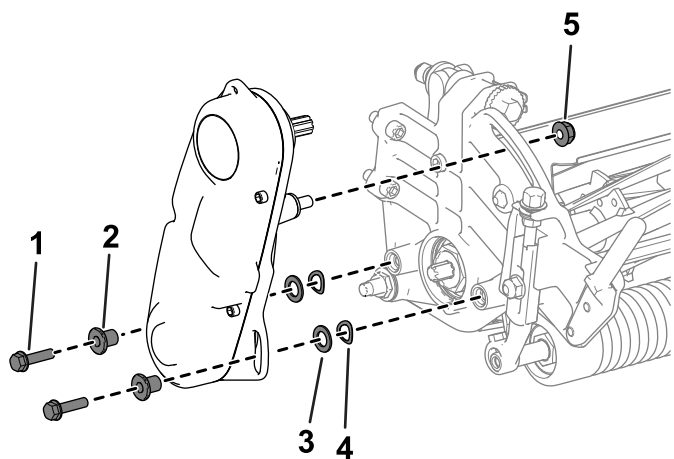

Figure 43
2. Retirez les fixations qui maintiennent le système d'entraînement du cylindre sur la plaque latérale (Figure 43).
3. Déposez le système d'entraînement du cylindre, les rondelles plates, les rondelles élastiques et les entretoises de la plaque latérale (Figure 43).